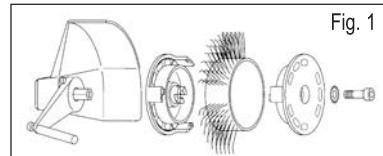
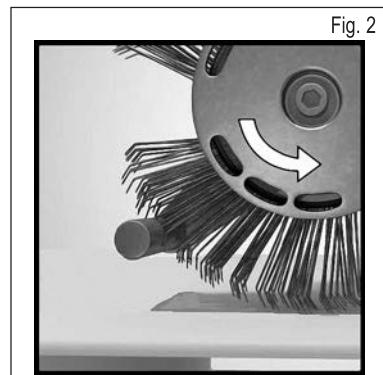

Fig. 1
Fig. 2
1. Întrerupeți alimentarea cu tensiune și apoi fixați în mod corect pe aparat bandă Bristle Blaster® de 23 mm împreună cu sistemul de prindere (respectați direcția de rotație) și cu șaiba evantai și șurubul aferente. **Vezi Fig. 1 și Fig. 2**
Utilizați o bandă în direcția greșită de rotație? – Ajustați bandă cu perii astfel încât să meargă în direcția corectă (vezi capitolul 5, Punerea în funcționare, Fig. 2).